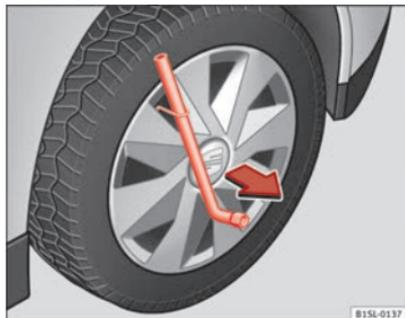

Fig. 141 Smontaggio dei copricerchi integrali.
- Introdurre la chiave per ruote nella staffa a filo ⇒ fig. 141 e tirare il coprimozzo nella direzione indicata dalla freccia.